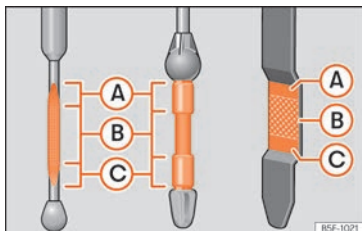

**Fig. 289** Varilla de medición del nivel de aceite.
- A continuación, vuelva a extraerla y compruebe el nivel de aceite »» **fig. 289**. En caso necesario, reponga aceite del motor.
- Cuando el nivel de aceite alcance como mínimo la zona »» fig. 289 (B), enrosque el tapón de la boca de llenado con cuidado »» ❶.
Si el nivel de aceite se encuentra por encima de la zona »» fig. 289 (A), no arranque el motor. Puede causar daños en el motor y en el catalizador. Informe a un taller especializado.
El nivel de aceite no deberá estar en ningún caso por encima de la zona »» fig. 289 (A). De no ser así, podría aspirarse aceite por el respiradero del cárter del cigüeñal y llegar a la atmósfera a través del sistema de escape.